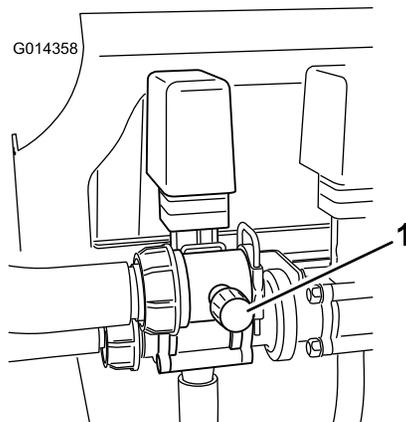

図 18
9. 攪拌バルブの背面についている攪拌バイパスバルブ (図 18) を使って、水圧計の読みを 100 psi (7 kg) にする。